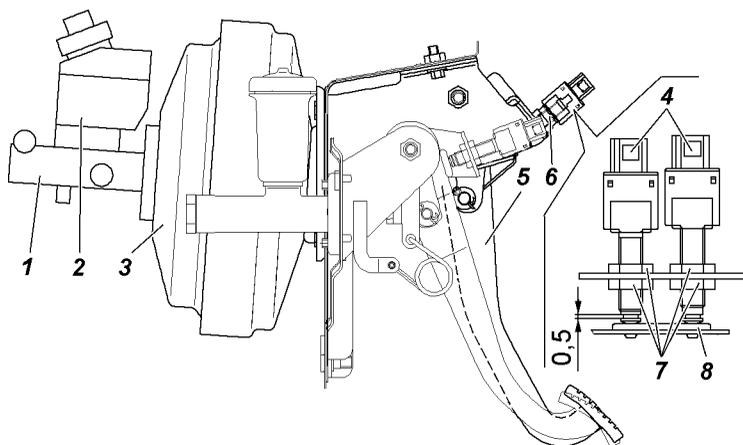

Рис. 9.26. Привод главного тормозного цилиндра:
**Свободный ход педали тормоза** при необходимости регулируйте вращением регулировочного винта 6 (рис. 9.26). Свободный ход педали должен быть 5-8 мм. После регулировки затяните гайку винта с моментом 14 - 18 Н · м (1,4 - 1,8 кгс · м).